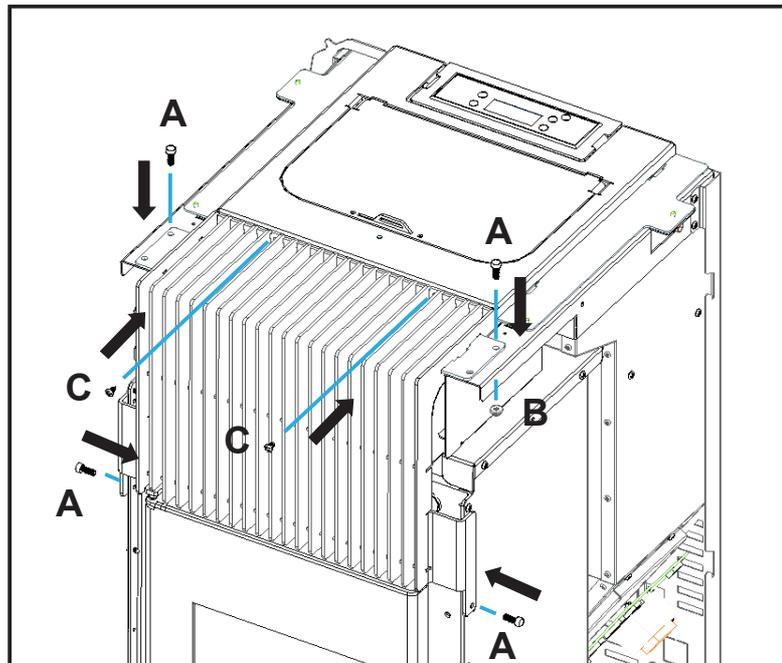

Figura 34 - Apriete de la rejilla frontal
c) En la rejilla superior fija con dos tornillos **C** (DIN 7981 4,2x9,5) previamente colocados directamente en la parte superior, luego se fija con dos tornillos (M5x12 DIN 912) utilizando tuercas y **B** (M5 DIN tuercas 6923) finalmente en la parte inferior fija con dos tornillos **A** (DIN 912 M5x12) directamente en la máquina, como se muestra en la Figura 34.